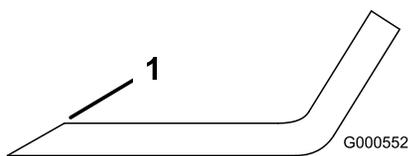
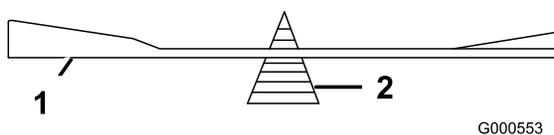

Figura 40
Figura 41
1. Utilice una lima para afilar el filo de corte en ambos extremos de la cuchilla (Figura 40). Mantenga el ángulo original. La cuchilla permanece equilibrada
2. Verifique el equilibrio de la cuchilla colocándola sobre un equilibrador de cuchillas (Figura 41). Si la cuchilla se mantiene horizontal, está equilibrada y puede utilizarse. Si la cuchilla no está equilibrada, rebaje algo el metal en la parte de la vela solamente (Figura 40). Repita este procedimiento hasta que la cuchilla esté equilibrada.